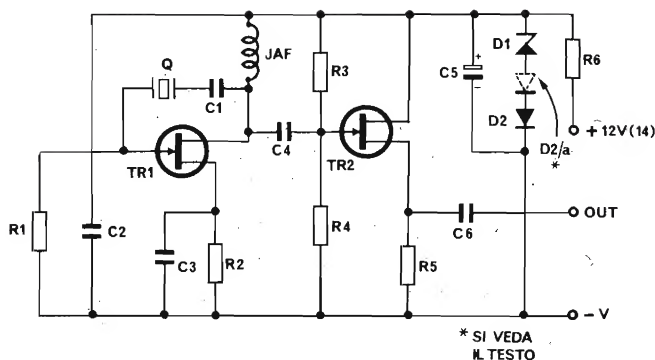

Fig. 1 - Schema elettrico del generatore quarzato di sottoportante per TV-colore.
*Fig. 1 - Modifica dell'impianto elettrico dell'auto. Il condensatore da  $2 \mu F$  aggiunto, impedisce l'accensione perchè con il suo notevole valore turba l'andamento del campo magnetico nel primario della bobina EHT.*